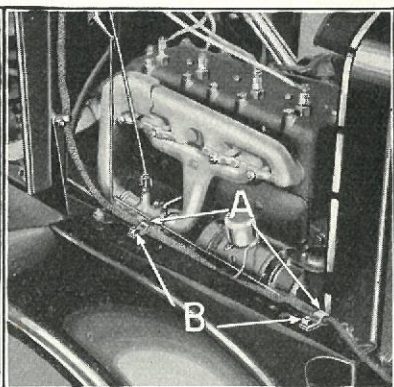

Fig. 109
- (c) Indsæt de 2 Bolte gennem Ramme og Skærm samt sæt Kabelkramperne paa Boltene (Fig. 109-A). Paasæt Møtrikkerne »B« løst.